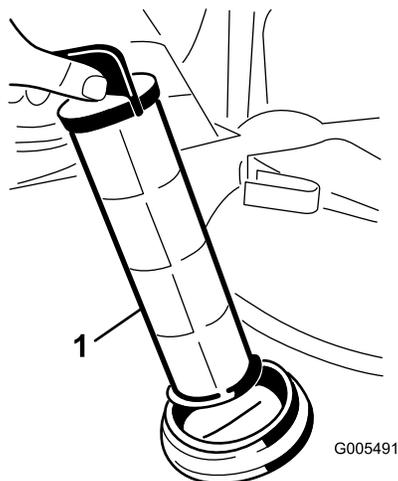

Figura 56
4. Estraiete il filtro di aspirazione dal foro (Figura 56).